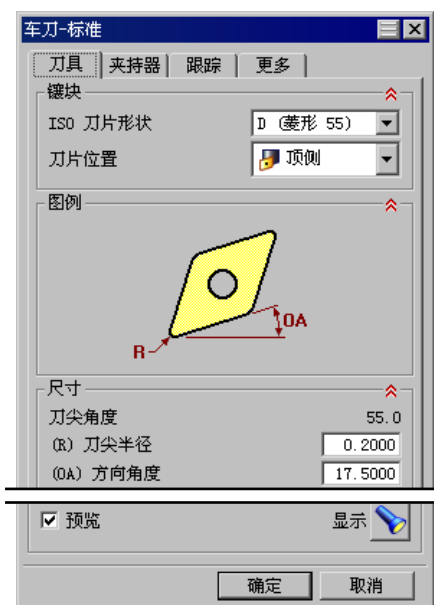

图 9.16 “车刀-标准”对话框（一）
Step3. 在“车刀-标准”对话框中设置图 9.16 所示的参数。